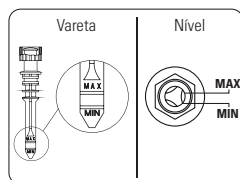

FIGURA 8.6
1. Verifique o nível de óleo (Figura 8.6) (Para compressores lubrificados).
- D. Para os compressores lubrificados verifique o nível do óleo e complete-o se necessário, antes de ligar o compressor. O nível deve estar entre as marcações máxima e mínima da vareta ou do visor de nível de óleo (Figura 8.6).